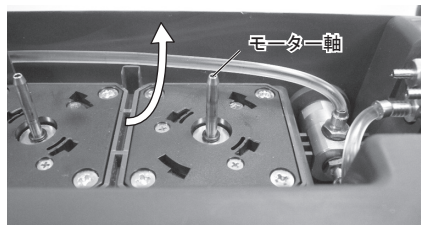

図44
- ・モーター軸の汚れや水分を拭き取る際は、図44のように根元から拭きあげてください。